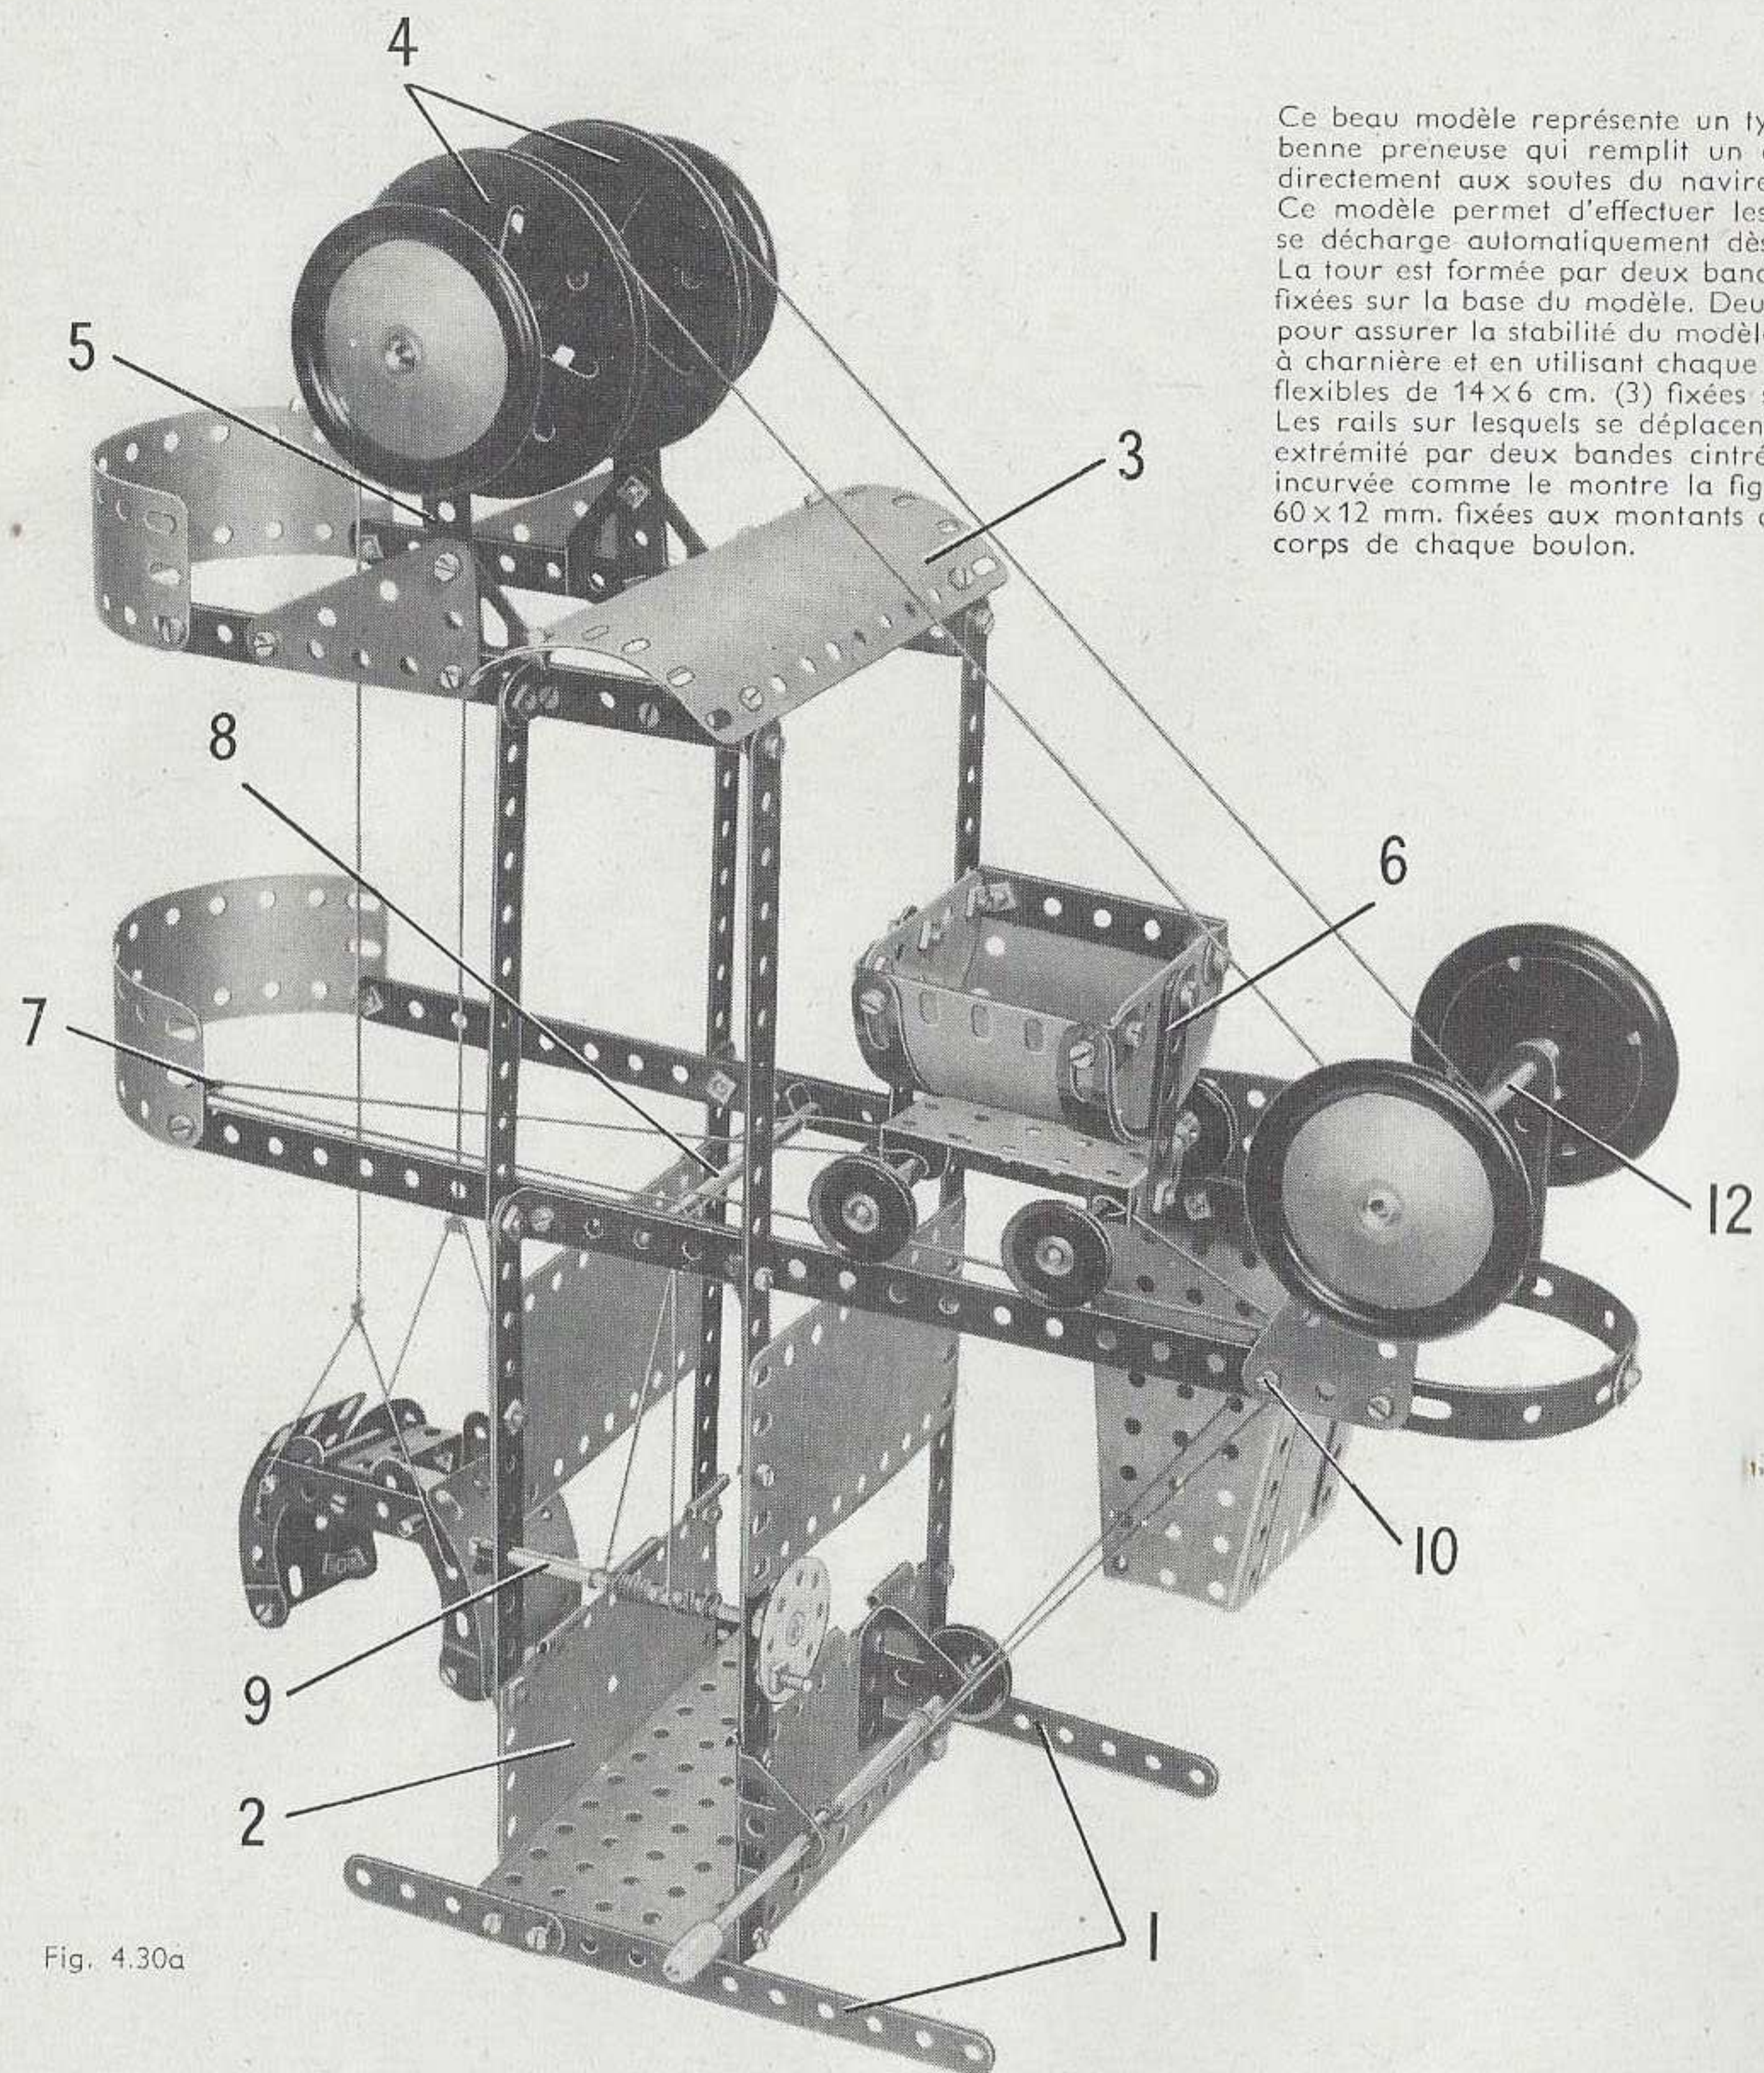

Fig. 4.30a
Le chariot est constitué par deux plaques cintrées de 43 mm. de rayon et deux plaques semi-circulaires réunies l'une à l'autre par des bandes coudées de 60x12 mm. Il pivote sur des boulons de 9,5 mm. fixés sur les bandes de 5 trous (6). L'un des côtés du chariot est lesté par deux bandes cintrées à glissière boulonnées sur les bords de la plaque cintrée comme le montre la figure 4.30a. La base du chariot est une plaque à rebords de 6x4 cm. ; un support double boulonné au centre de chaque rebord sert de support aux tringles de 9 cm. qui portent des poulies de 25 mm.